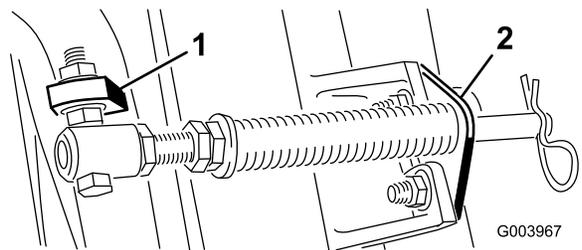

Figura 6
- C. Monte el perno del tubo del muelle a la otra pestaña del bastidor de tiro y fíjelo con la tuerca con arandela prensada. La cabeza del perno debe colocarse en el exterior de la pestaña, según se muestra en Figura 6.